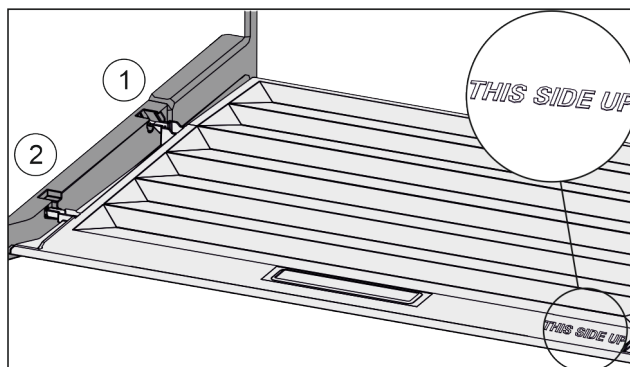

Fig. 125
- Introduzca los nervios de la tapa por la abertura del soporte trasero Fig. 125 (1) y encájelos por delante en el soporte Fig. 125 (2).